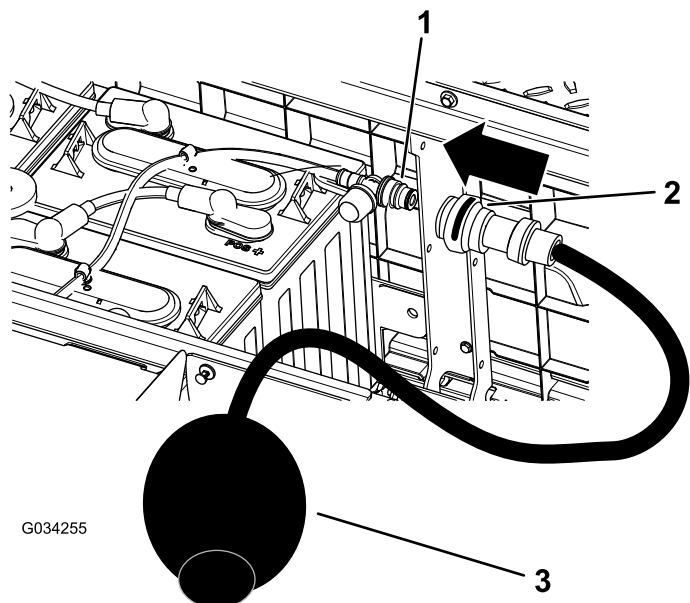

図 39
4. 水補給口に、トロの水補給用ハンドポンプをつなぐ **図 39**。